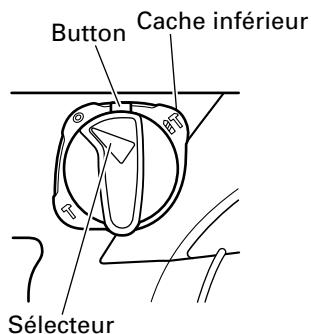

Fig. 8
- Aligner **▲** du levier de sélection sur **◎** du support de levier comme indiqué sur la Fig. 8.